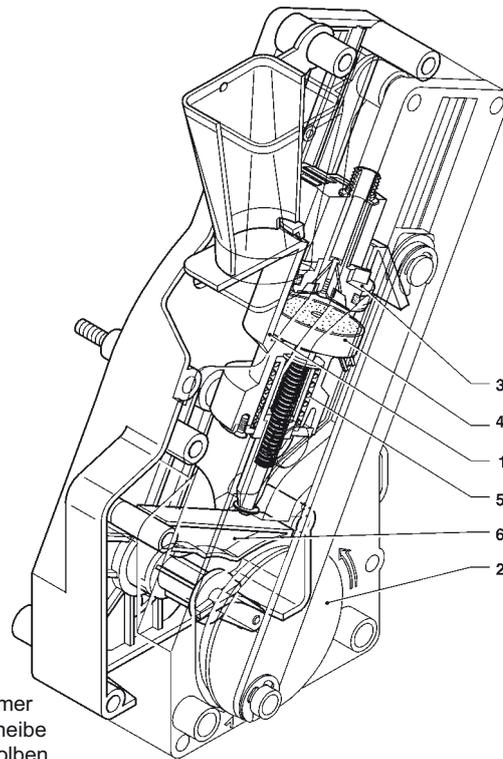

Abb. 20
Die Kurbel des Getriebemotors, die mit der Außenscheibe (2) eingekuppelt ist, wird um 180° gedreht, wodurch die Brühkammer schwingt und der obere Kolben (3) sinkt (siehe Abb. 20).
Außerdem, wenn der Hebel ganz nach oben gedreht wird, ist es möglich den Sperrzahn von der Hohlkehle im Dosisregler (s. Abb. 20) auszulösen und dann in eine andere einzurasten, um eine verschiedene mittlere Regulierung wie folgt zu erhalten: